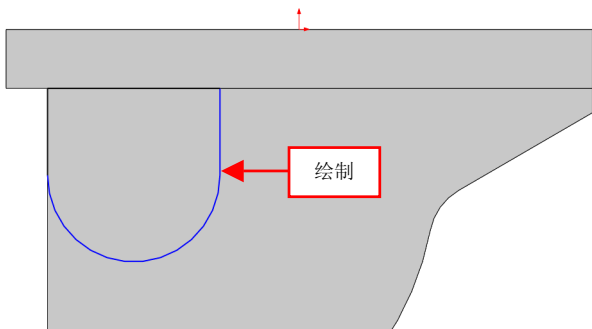

图 14-40 绘制草图对象
(6) 在【草图】选项卡中,单击【草图绘制】按钮,选择模型的表面为草图绘制平面,进入草图绘制环境,单击相应的按钮,绘制草图对象,如图 14-40 所示。